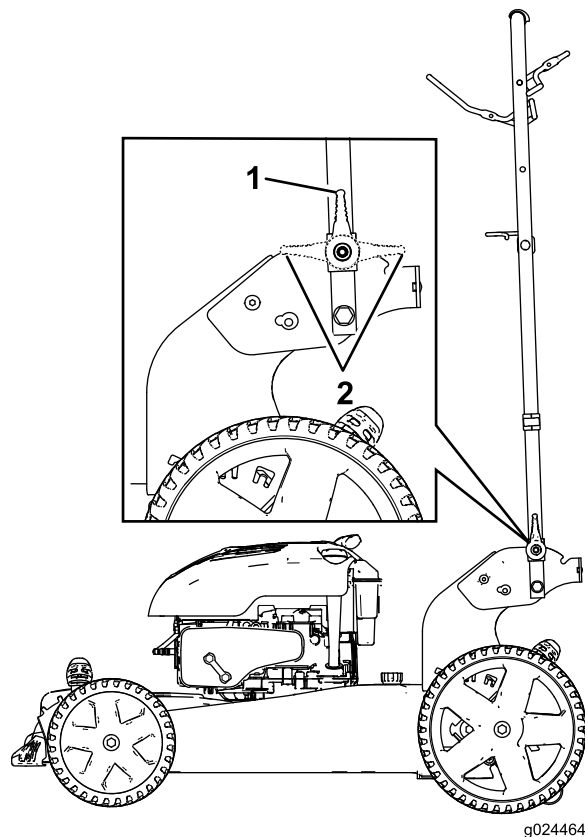

図 29
2. 図29に示すように、ハンドルを前方に折りたたんで縦位置または完全に前に倒した状態にする。